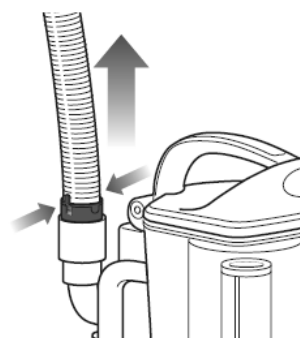

Рис.28
- Отсоединить растягивающийся шланг от тыльной части съемной емкости, сжав ушки и потянув вверх (**Рис.28**).